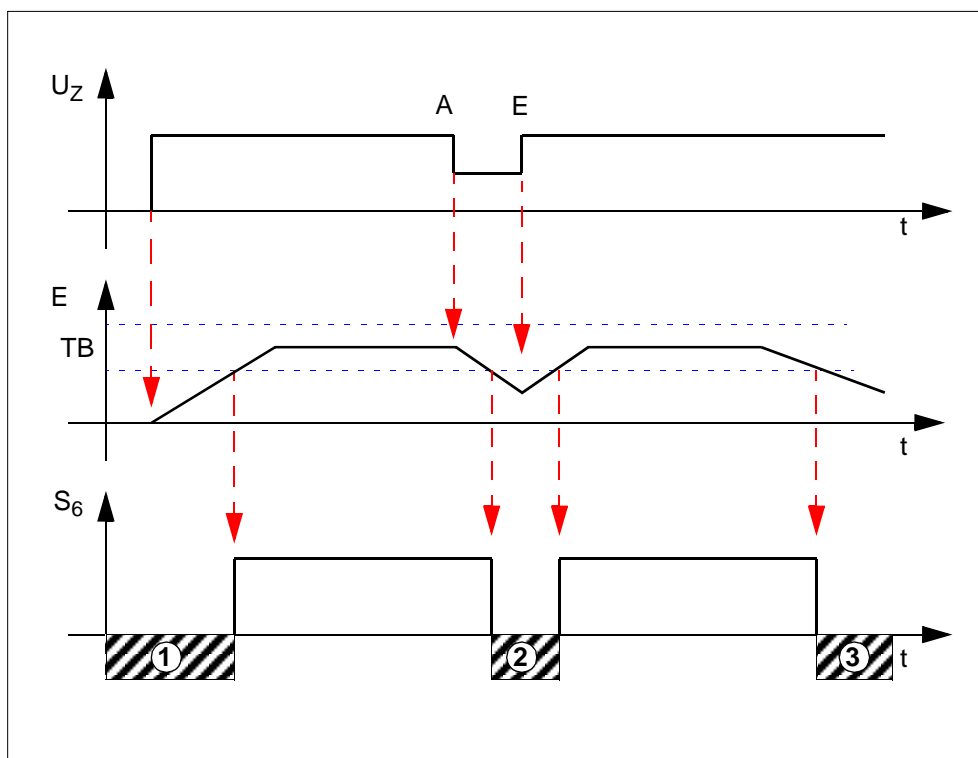

Fig. 15: Signal Überwachungsschnittstelle Klemme „6“
Den Zusammenhang verdeutlicht nachfolgende Abbildung (►► Fig. 15).
Netzausfall ② (► Fig. 15)
KCM Kondensatormodul arbeitet nicht ordnungsgemäß ③ (► Fig. 15)